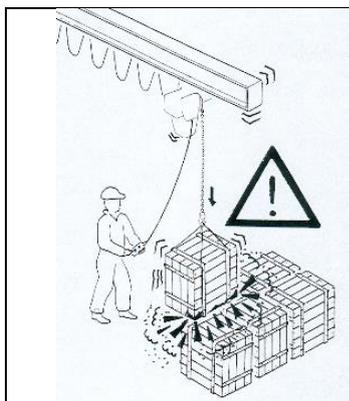

Abb. 59
- **NIEMALS** mit der Last oder dem Ausleger gegen Strukturen der Werkshalle oder andere Maschinen und Anlagen stoßen (Abb. 59).